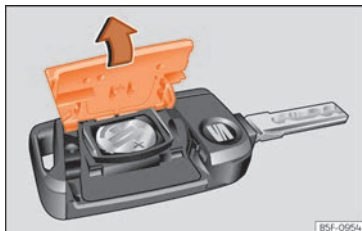

Fig. 83 Clé du véhicule : ouverture du cache du logement des piles.
- Retirez le couvercle de la partie arrière de la clé du véhicule » fig. 83 dans le sens de la flèche » ①.
- Placez le couvercle comme indiqué » fig. 83, et appuyez-le sur le boîtier de la clé du véhicule dans le sens contraire de la flèche jusqu'à ce qu'il s'encastre.